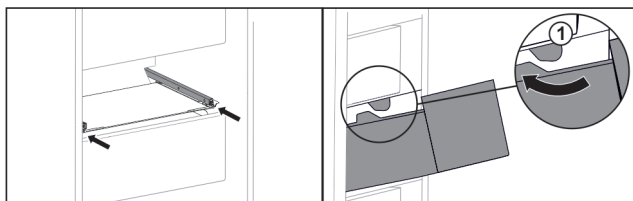

Fig. 125
- ▶ Poprowadzić szufladę wokół stoperów Fig. 125 (1).